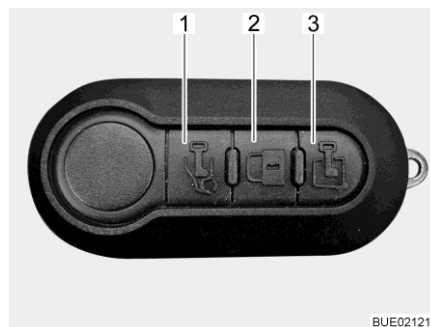

Fig. 68 Télécommande multifonction (3 touches)
- Déverrouiller la porte chauffeur : ■ Appuyer une fois brièvement sur la touche  (Fig. 68,1). La porte chauffeur est déverrouillée.
- Déverrouiller la porte cellule : ■ Appuyer une fois brièvement sur la touche  (Fig. 68,3). La porte cellule est déverrouillée.
- Appuyer une fois brièvement sur la touche  (Fig. 68,2). Toutes les portes sont verrouillées.